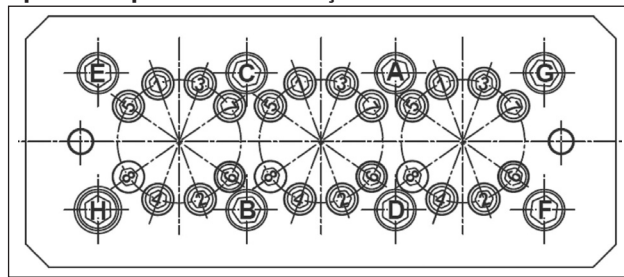

Fig. 51
- ** Os parafusos de fixação do cabeçote devem ser apertados, respeitando as fases e a ordem indicada no esquema da Fig. 51.
- *** Os parafusos de fixação das camisas devem ser apertados, respeitando as fases e a ordem indicada no esquema da Fig. 51.